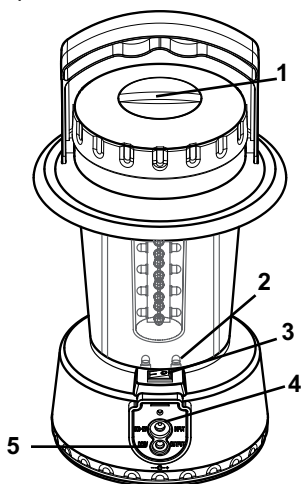

Рис. 1
- Откройте крышку зарядного разъема фонаря, чтобы получить доступ к двум гнездовым соединителям. Верхний разъем (см. рис. 1, п. 4) - это вход для солнечной панели. Для зарядки подключите к фонарю солнечную панель с помощью кабеля из комплекта поставки. Также возможно подключение к
источнику питания переменного/постоянного тока AC/DC кабелем адаптера постоянного тока DC (не входит в комплект поставки). Нижний гнездовой разъем (см. рис. 1: п. 5) - это выход постоянного тока (DC) 6-7 В для низковольтных устройств.
- На фонаре расположены два переключателя. Один находится сверху (рис. 1: п. 1) и служит для включения/выключения светодиода за счет вращения влево/вправо. Нижний переключатель является главным для всего продукта (см. рис. 1: п. 3). Главный переключатель необходим для включения с целью активации всех функций, а также при зарядке батареи.
- Фонарь имеет два светодиодных индикатора (см. рис. 1: п. 2), причем красный отмечает зарядку от солнечной панели или от устройства электропитания переменного/постоянного тока (AC/DC) с выходом 6-12 В пост. тока (не входит в комплект поставки), а зеленый индикатор показывает, что продукт находится в рабочем состоянии. При зарядке от солнечной панели время зарядки будет примерно 12 часов при ярком солнечном свете. Используйте солнечный модуль для первоначальной зарядки не менее одного дня, не пользуясь лампой по назначению. Время освещения будет примерно 5-6 часов при полностью заряженной батарее.